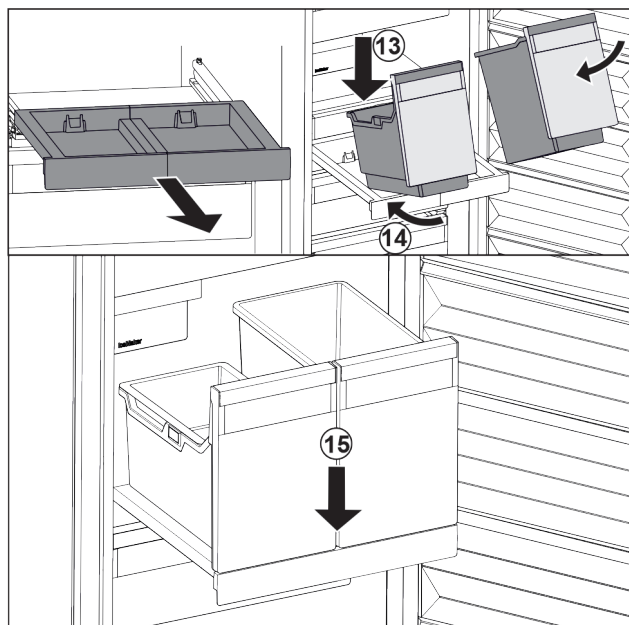

Fig. 124
- Behälter schräg auf das Auszugsbord aufsetzen. Fig. 124 (13)
- Behälter schräg nach hinten einschieben. Fig. 124 (14)
- Behälter vorne absetzen. Fig. 124 (15)